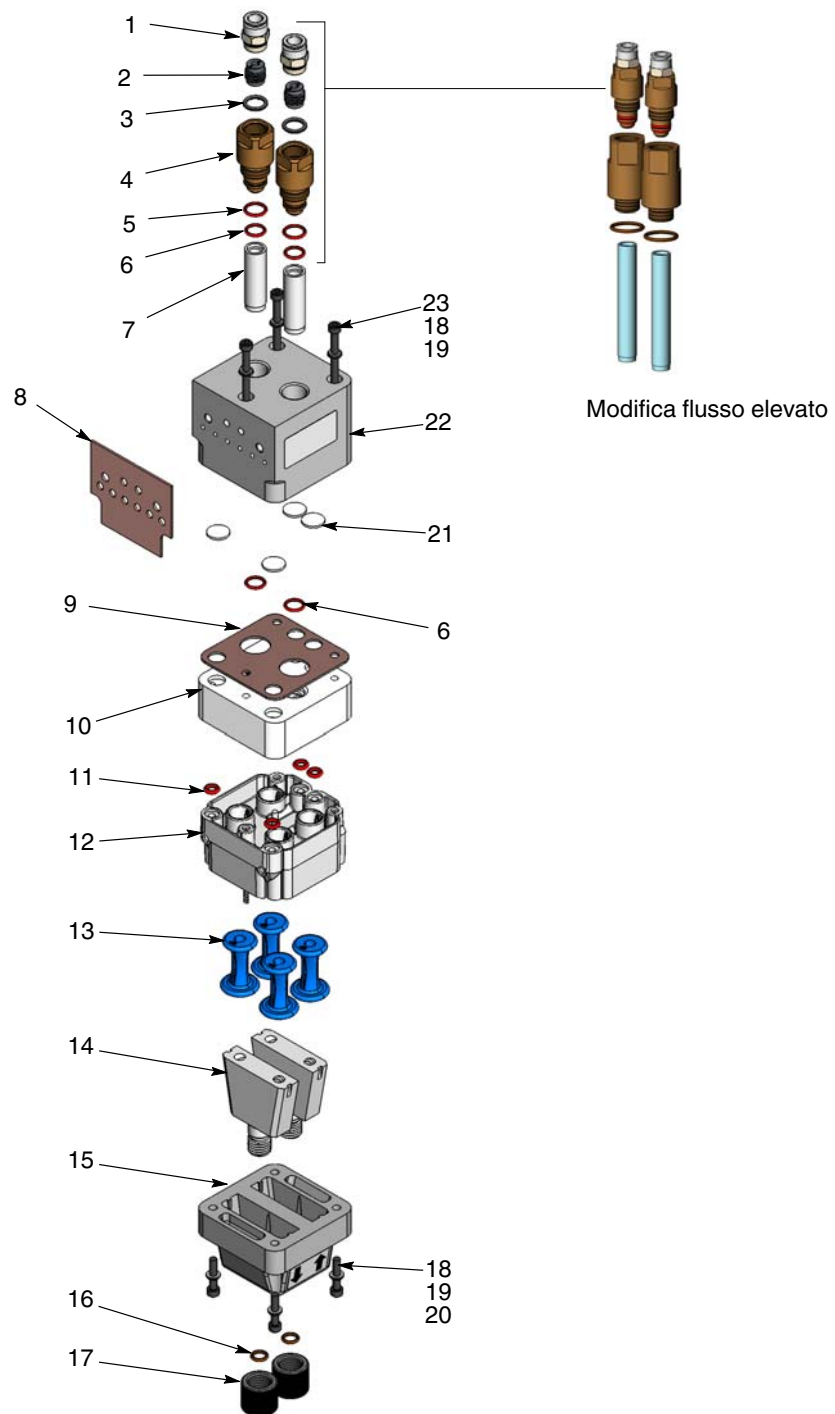

Figura 6-5 Smontaggio della pompa
4. Vedi figura 6-5. Smontare la pompa come illustrato, cominciando dai tubi di fluidizzazione. Le guarnizioni incollate non devono essere rimosse, a meno che non siano danneggiate.